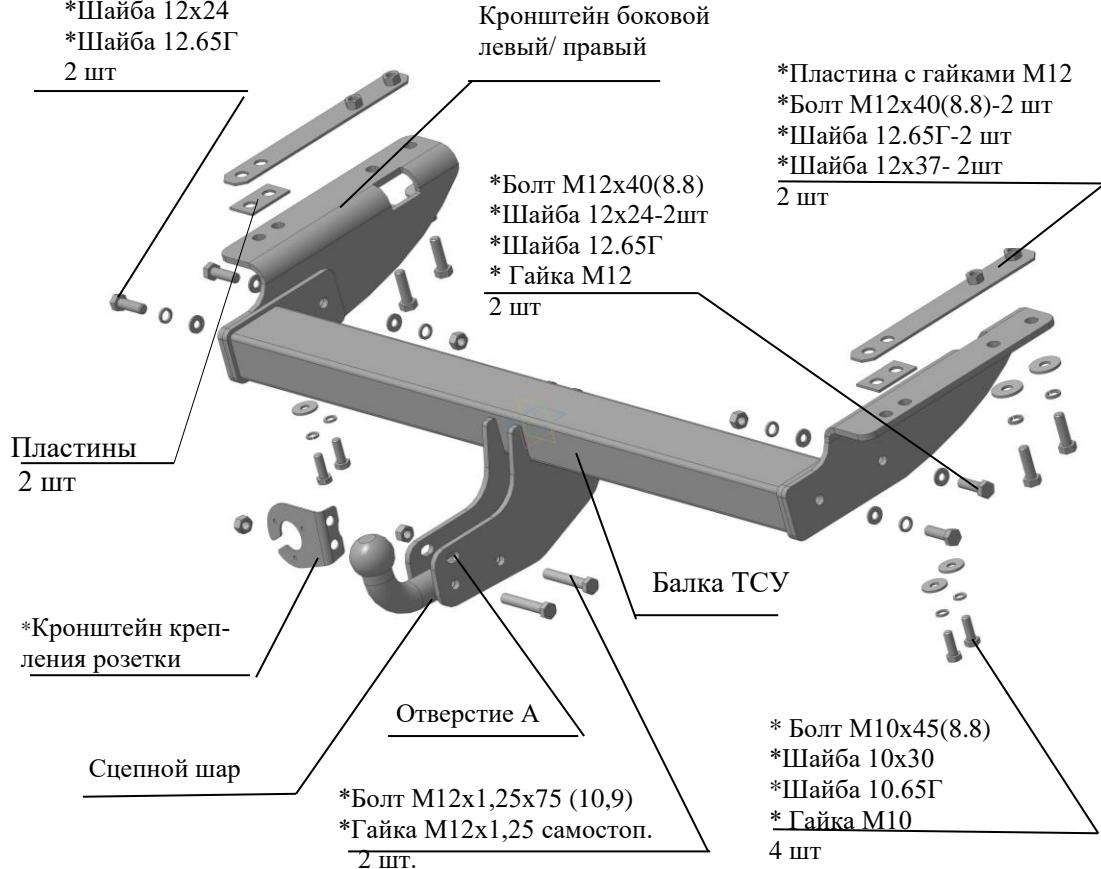

Рис.1 Тягово-сцепное устройство 8310.
2.1 ТСУ 8310 в сборе (рис.1)	1 шт.
2.2 Пакет с комплектующими (см. рис.1)+защитный колпак	1 шт+1 шт.
4.2 Установить боковой левый кронштейн к нижней полке левого лонжерона, используя пластину с гайками (пластину вставить в раму) и болты M12x40, болты M10x45 (пластину без гаек установить между кронштейном ТСУ и рамой соответственно рис.1) и крепеж соответственно рис.1. Крепеж не затягивать.
4.4 Закрепить балку ТСУ к съемным боковым кронштейнам болтами M12x40 и крепежом соответственно рис.1. Крепеж не затягивать.